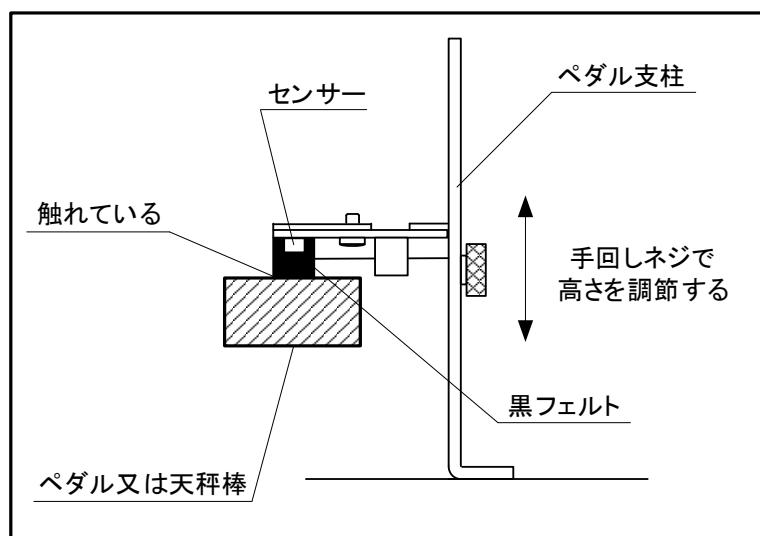
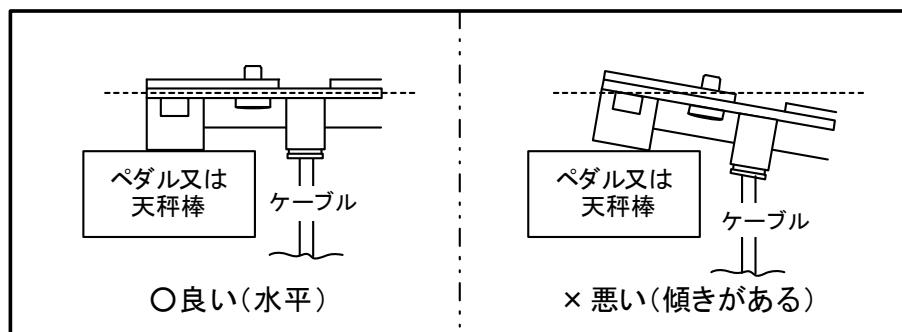

図3.4-2 センサー部の高さ調整
図3.4-4 センサー部の取り付け状態
(2) ペダルを踏み込まない状態で、図3.4-2の様に手回しネジで高さを調節して、ペダルや天秤棒の上面にセンサーの黒フェルト部が触れていることを確認する。
- (5) 黒フェルト部をペダルに当てる。この際、図3.4-4の様にセンサー部が水平になるよう調整する。また、ペダルを戻した時も図3.4-2のペダル支柱が傾かないようにする。